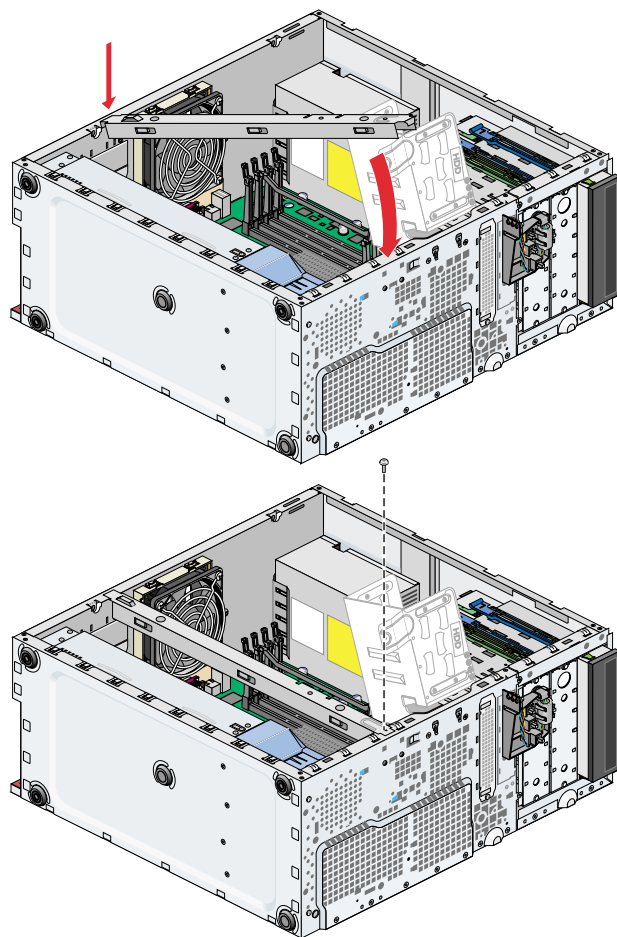

図 4-28 シャーシ補強アームの取付け
2. シャーシ補強バーのタブをシャーシの穴に挿入し、シャーシ補強アームを所定の位置まで回転させます。続いて、シャーシ補強アームをシャーシに固定するねじを取付けます。図 4-28 を参照してください。